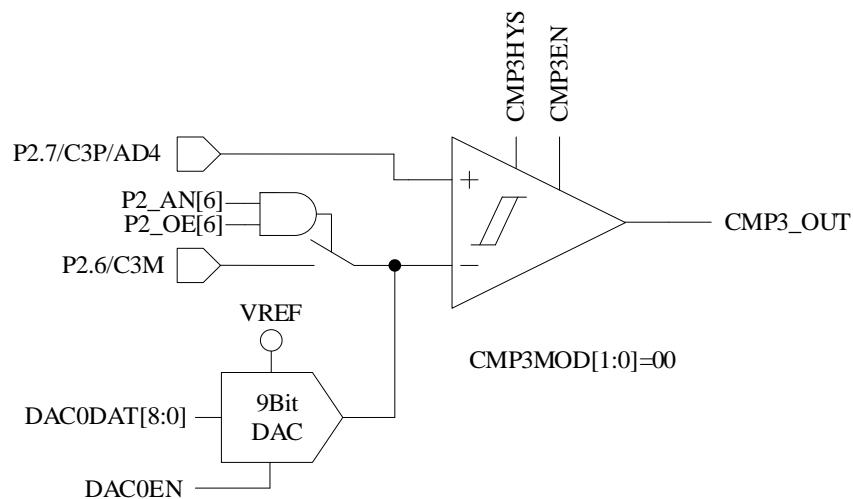

图 29-2 单比较器输入模式
- 配置 $CMP_CR1[CMP3MOD] = 00$ ，CMP3 为单比较器输入模式，具体输入输出端口及接法如图 29-2 所示